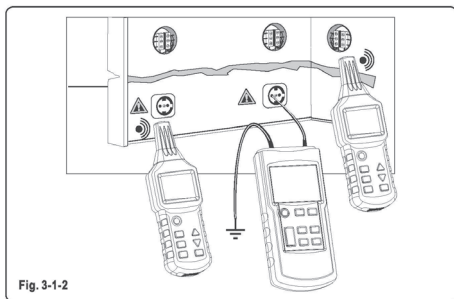

Fig. 3-1-2
- Conecte el emisor a la línea y a la toma tierra siguiendo la Fig. 3-1-2.